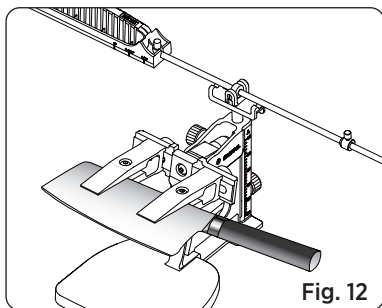

Fig. 12
1. Coloque la cuchilla de manera segura lo más profundamente posible dentro de la pinza. (Ver Fig. 12).